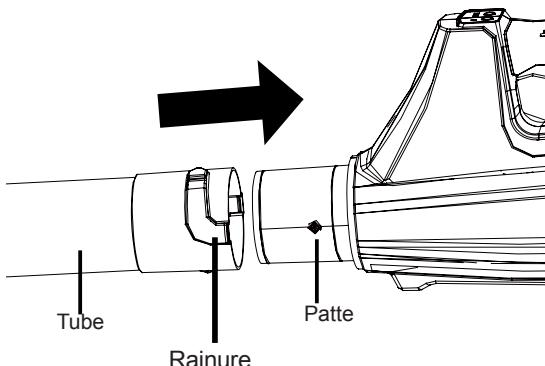

Fig. 2
1. Alignez une des rainures dans le tube avec le bouton au boîtier du souffleur. Poussez le tube au boîtier du souffleur jusqu'à ce que le bouton enclenche les rainures(Fig. 2).